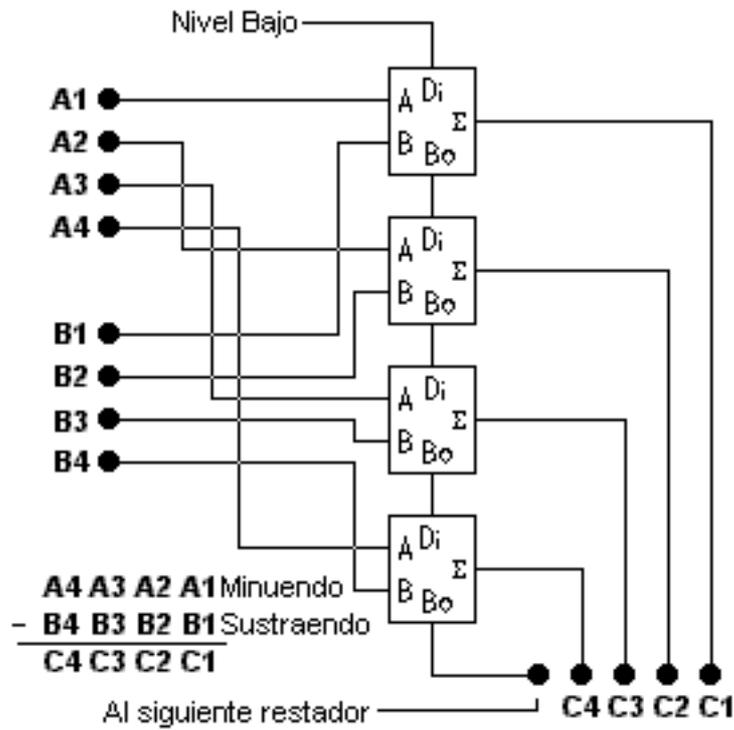

Figura 9: Restador paralelo
ser sumados y se llevan hacia las dos entradas de un semisumador (HA); donde la salida de suma puede mandarse a un visualizador el cual sería el LSB del resultado de la suma y la otra salida es la del CARRY OUT. Esta es llevada a un sumador completo (FA), el cual tiene presente 3 entradas que son : los dos bits consecutivos a los LSB de cada palabra binaria y un arrastre o acarreo de entrada que como mencionamos viene del semisumador (CARRY IN). De ahora en adelante en este ejercicio tomado como ejemplo (ver figura 9) las conexiones que se harán de la forma ya descrita (teniendo presente 3 entradas a sumar) con la única variante de que el CARRY IN ya no viene de un semisumador; sino de un sumador completo y, habrá igual número de sumadores completos como bits menos 1 tengan las palabras binarias a sumar, debido a que el primer dispositivo a sumar es un semisumador. El CARRY OUT del último sumador debe mandarse a un visualizador "en este caso" para tener presente el último arrastre que se pueda generar.